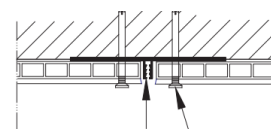

Fig. 4: H-liste - Hunpart fastgøres.
5.3 Fastgørelse af Glasbord® lamelpanel: (Se fig. 4, 5 & 6)